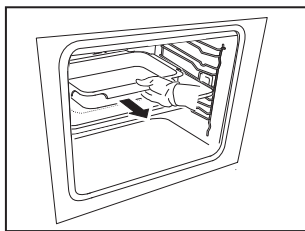

Fig. 1
1. Utilizando ambas as mãos, agarre na pega frontal e retire parcialmente o recipiente para cozinhar (Fig. 1)